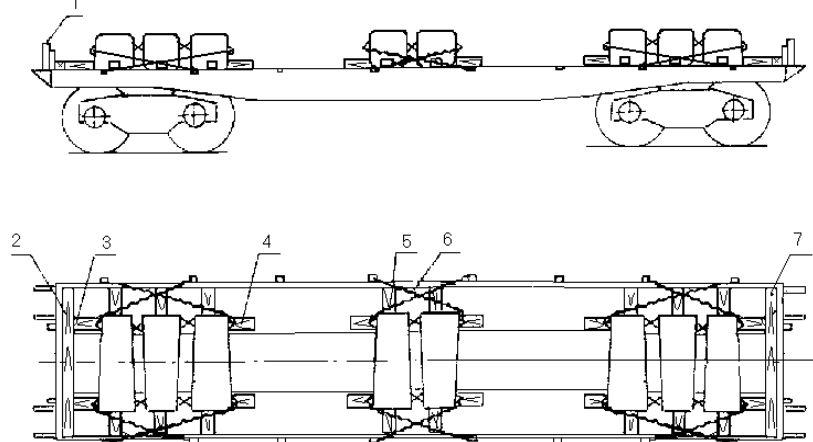

Рисунок 127
6.12. Изложницы массой свыше 8 т до 9 т размещают на платформе симметрично относительно продольной плоскости симметрии вагона тремя группами: по три изложницы над шкворневыми балками и две – в середине платформы (рисунок 127). У торцевых бортов, подкрепленных короткими стойками, укладывают упорный брусок размерами 100x100x2750 мм. Каждый брусок прибивают к полу пятью гвоздями диаметром 6 мм и длиной 150 мм. Между упорным бруском и крайней изложницей устанавливают по два распорных бруска сечением не менее 100x100 мм и длиной по месту и прибивают к полу каждый пятью гвоздями диаметром 6 мм и длиной не менее 150 мм. От продольного смещения каждую группу изложниц крепят двумя упорными брусками размерами 100x100x350 мм, которые прибивают к полу каждый тремя гвоздями диаметром 6 мм и